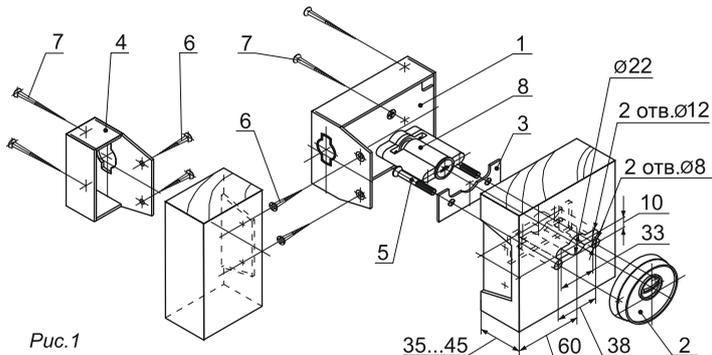
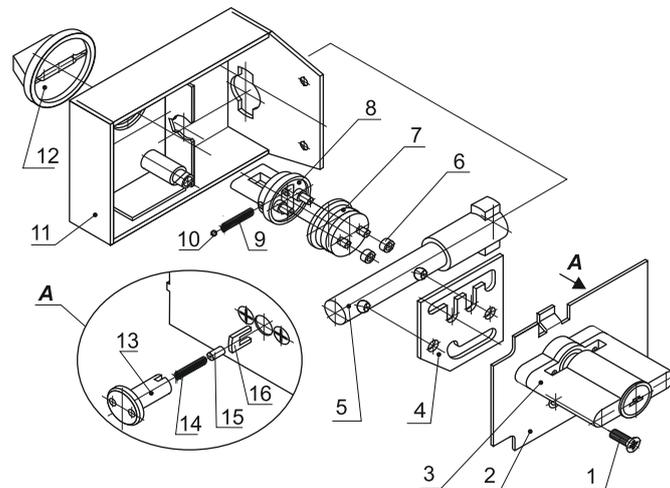

Рис.1
Рис.2
7. Ключ вставляется и вынимается из цилиндричного механизма только при вертикальном положении диска ключа выемкой вверх (рис.1) или вниз (рис. 2) в зависимости от установки замка на правых или левых дверях.
8. Отпирание замка изнутри (см. рис.1) осуществляется поворотом ручки постоянного ключа против часовой стрелки, а снаружи поворотом вставного ключа по часовой стрелке. Для фиксации
### ПОРЯДОК МОНТАЖА (см. рис.1)
2. Наметьте центр на расстоянии 60 мм от края полотна двери и просверлите отверстие диаметром 22 мм, два отверстия диаметром 12 мм и разделайте пазы под цилиндрический механизм 8. Потом просверлите два отверстия диаметром 8 мм под винты 5 согласно рис. 1.
### ТЕХНИЧЕСКОЕ ОБСЛУЖИВАНИЕ (см. рис. 2)
1. Разборка замка (см. рис. 2).
2. Сборку замка производить в обратном порядке, располагая детали, в соответствии с рис. 2.